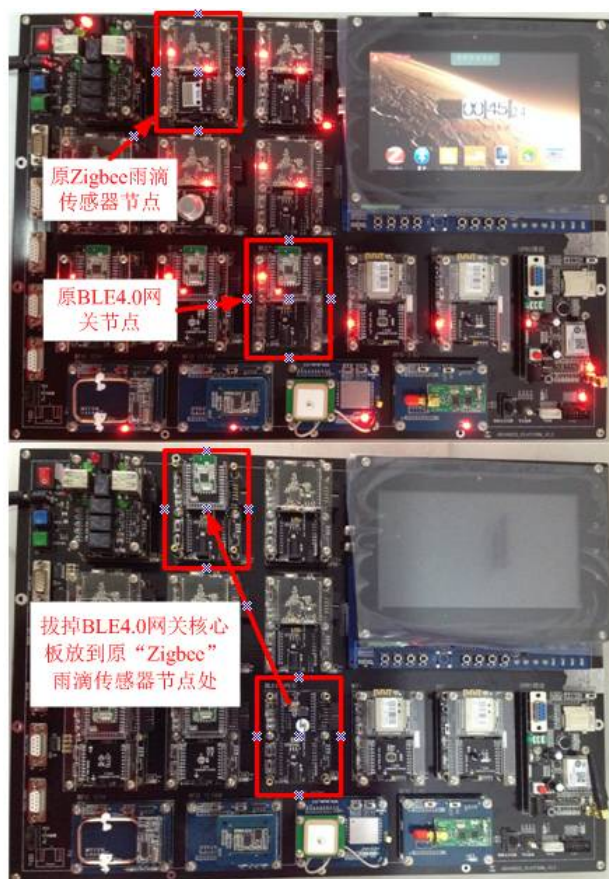

图 6.37 将蓝牙 4.0 网关亚克力盖板
1. 在本实验中，我们使用实验箱配备的“BLE4.0 网关”节点来观察现象；因实验需要通过串口观察数据，所以涉及核心板的更换，将实验箱断电，通过螺丝刀将“BLE4.0 网关”节点核心板换至“Zigbee”雨滴传感器节点核心板处，如图 6.37所示；